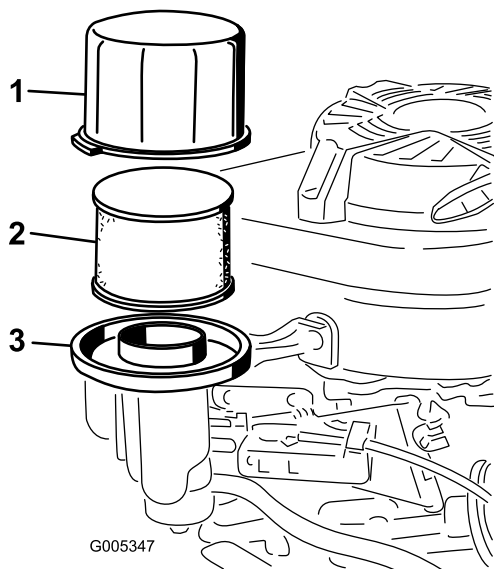

Figure 21
3. Enlevez le couvercle et nettoyez-le soigneusement (Figure 21).
4. Enlevez et examinez l'élément filtrant en papier (Figure 21) et mettez-le au rebut s'il est excessivement encrassé.
5. Enlevez le préfiltre en mousse et nettoyez-le à l'eau avec un détergent doux. Séchez-le ensuite en le serrant légèrement dans un chiffon (Figure 21).